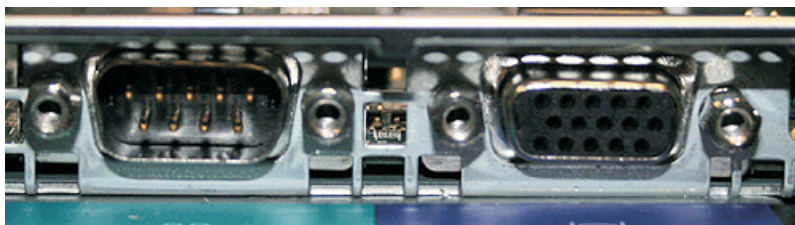

図 287. SAN ボリューム・コントローラー 2145-8G4 のシリアル・ポートおよびビデオ・ポート
18. ノードの後部で、シリアル・ポートとビデオ入出力ポートの横から 4 個の絶縁体ねじを取り外します。323 ページの図 287 は、絶縁体ねじの位置を示しています。